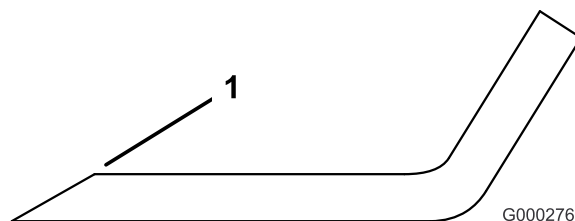

図 29
3. 全部のブレードの切っ先を丁寧に点検する。切っ先が鈍くなっていたり欠けていたりした場合には研磨する。研磨は刃先の上面だけに行い、刃の元々の角度を変えないように十分注意する（図 29）。ブレードの左右を均等に削れば、バランスを狂わすことなく研磨を行うことができる。